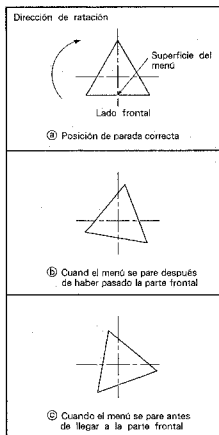

Fig. 7-4
- (5) Vuelva a girar el menú y apriete firmemente el tornillo  $\text{A}$  cuando el menú se pare dirigiendo sus superficies hacia la parte frontal. (Fig. 7-4  $\text{B}$ )
- (6) Finalmente, gire el menú y compruebe si se para dirigiendo sus tres superficies hacia la parte frontal cada  $120^\circ$  de rotación.